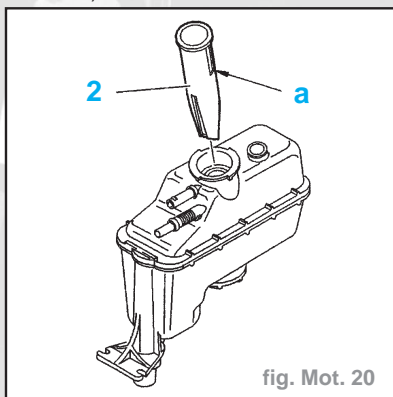

fig. Mot. 20
- Déposer l'indicateur de niveau (2) (fig. Mot. 20).
- Déposer le cylindre de charge (1).
- Reposer l'indicateur de niveau (fig. Mot. 20).